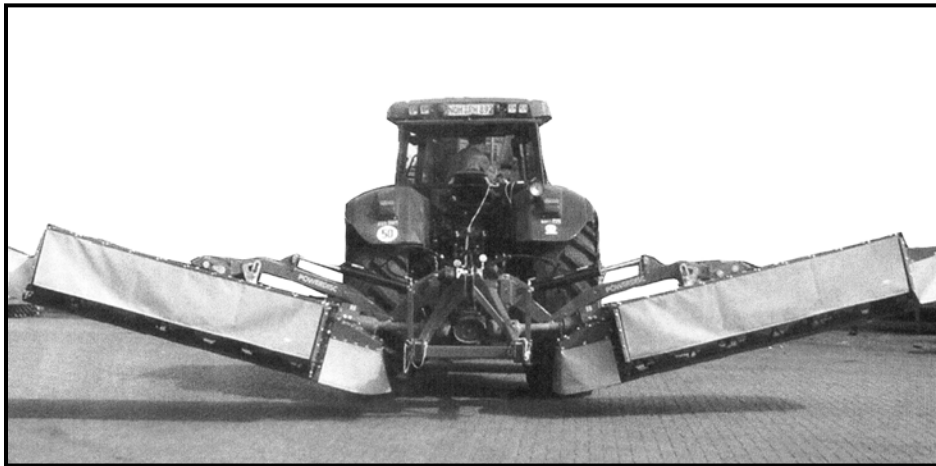

Abb. 20: Mäher in Vorgewendeposition
**Bringen Sie** das Mähwerk über das Steuergerät in die Vorgewendeposition (Abb. 20)